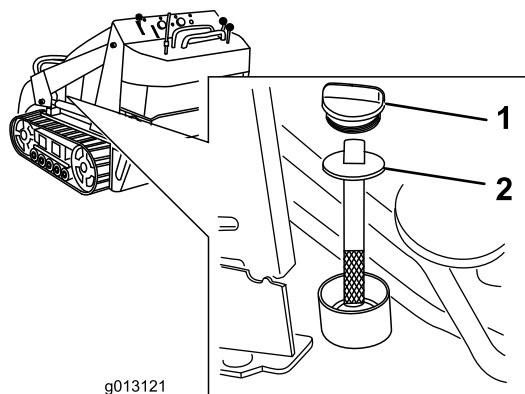

Рисунок 56
5. Снимите крышку бака с гидравлической жидкостью и извлеките мерный шуп (Рисунок 56).